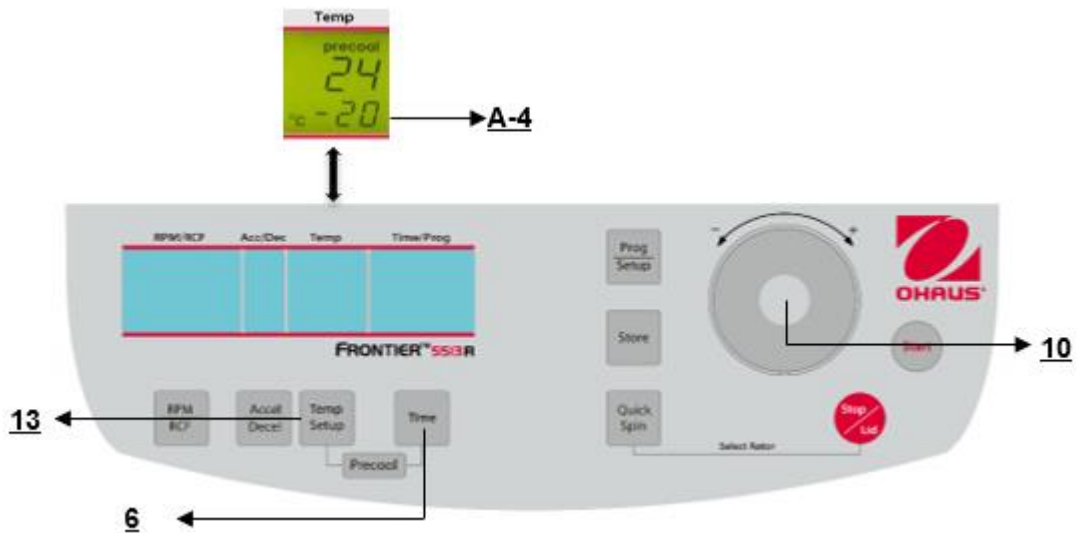

Figura 17
3. La operación continua "**cont**", que puede interrumpirse con el botón "**Stop/Lid**" (9) (vea la Figura 17).
Si las muestras son sensibles a la temperatura, es útil preenfriar la centrífuga, el rotor y eventualmente los portatubos a la temperatura de trabajo requerida. Por lo tanto, inserte el rotor deseado y preajuste la temperatura respectiva. Al presionar en forma simultánea los botones "**Temp/Setup**" (13) (vea la Figura 17) y "**Time**" (6), inicia la operación. Durante la operación, la unidad selecciona automáticamente una velocidad rotacional que es equivalente al 20% de la velocidad rotacional permitida del rotor respectivo. Después de que se alcanza la temperatura predeterminada, puede salir de la operación de preenfriamiento con el botón "**Stop**" (10). Dependiendo del rotor insertado, el preenfriamiento dura aproximadamente entre 10 y 20 minutos.